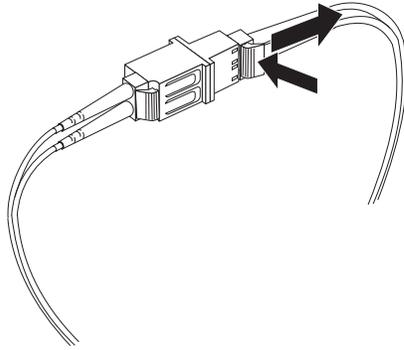

Figura 36. Removendo um Cabo Fibre Channel LC-LC de um Adaptador de Cabo Fibre Channel LC-SC
2. Puxe cuidadosamente o conector para removê-lo. Certifique-se de que esteja segurando o conector e não o cabo quando remover o cabo LC-LC do adaptador do cabo LC-SC, conforme mostrado em Figura 36 na página 50.